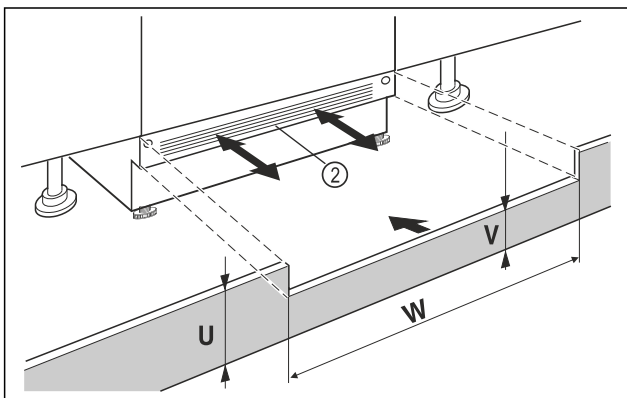

Fig. 12 Beispielhafte Darstellung
- ▶ Gerätesockelblende Fig. 12 (2) aufsetzen aber noch nicht fixieren.
- ▶ Bei sichtbarer Sockelblende Fig. 12 (2), diese so weit nach vorn ziehen, dass Vorderkante Lüftungsgitter und Möbelsockelblende eine Ebene bilden.
- ▶ Bei verdeckter Sockelblende Fig. 12 (2), diese ganz nach hinten schieben.
- ▶ Auf komplett freie Lüftungsschlitze achten: Bei Bedarf Höhe der Möbelsockelblende Fig. 12 (U) zuschneiden!
- ▷ Entlang der Nischenbreite Fig. 12 (W) die Steghöhe Fig. 12 (V) unter der Gerätesockelblende Fig. 12 (2) einpassen.